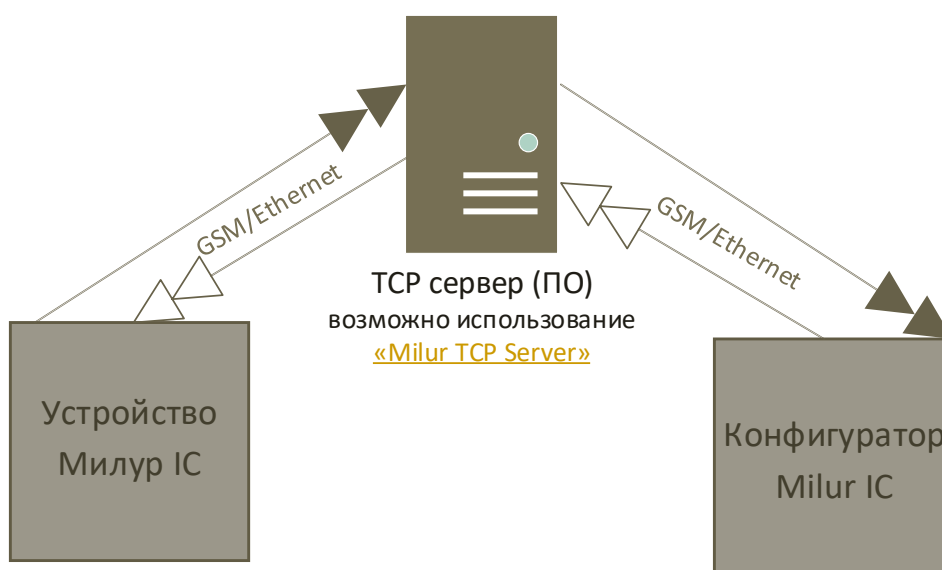

Рисунок 4 – Подключение конфигуратора к устройству через TCP сервер
- Подключение конфигуратора к устройству происходит через TCP сервер (рисунок 4). При этом устройство Милур IC выступает в качестве TCP-клиента.
Адрес TCP – это IP адрес TCP сервера (рисунок 4).